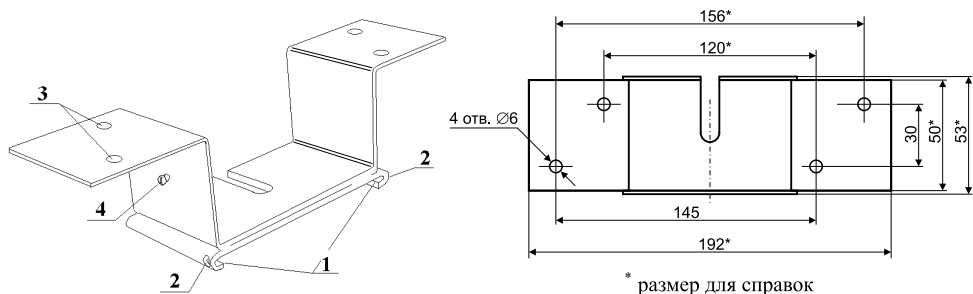
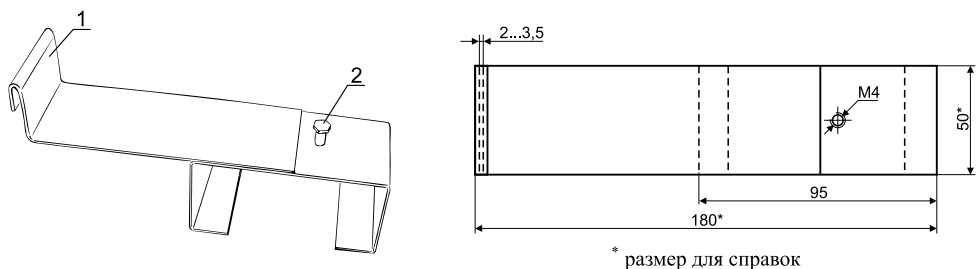

Рис. 3. Внешний вид и габаритные размеры кронштейна крепления «БОС» к МПП «Гарант-5» и «Гарант-7»
Рис. 4. Внешний вид и габаритные размеры кронштейна крепления «БОС» к МПП «Гарант-12»
4.2. Кронштейн крепления «БОС» служит для установки изделия совместно с МПП «Гарант» на жестких конструкциях потолка защищаемого помещения в местах, определенных проектной документацией. Внешний вид и габаритные размеры кронштейнов крепления к МПП «Гарант-5, -7» и «Гарант-12» приведены на рис. 3 и рис. 4, соответственно.